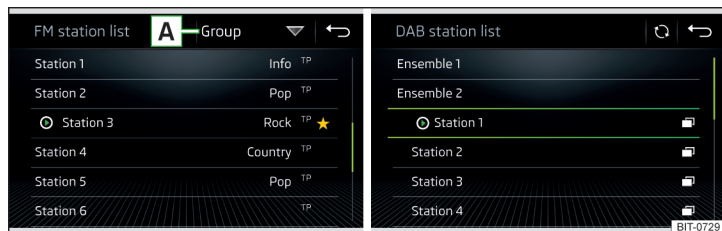

Fig. 142 Esempio di elenco delle stazioni FM/DAB disponibili
- ▶ Per l'**ordinamento** (FM) delle stazioni in ordine alfabetico, in base al gruppo o al genere toccare il tasto funzione » fig. 142 » .
- ▶ Per **filtrare** le emittenti in base al tipo di programma (ad es. cultura, musica, sport ecc.) nell'elenco delle emittenti FM (con funzione RDS attiva) e DAB (con ordinamento alfabetico selezionato dell'elenco emittenti), toccare il tasto funzione » fig. 142.
Nelle bande di frequenze radio **AM** e **DAB**, l'aggiornamento avviene manualmente premendo il tasto funzione » fig. 142.